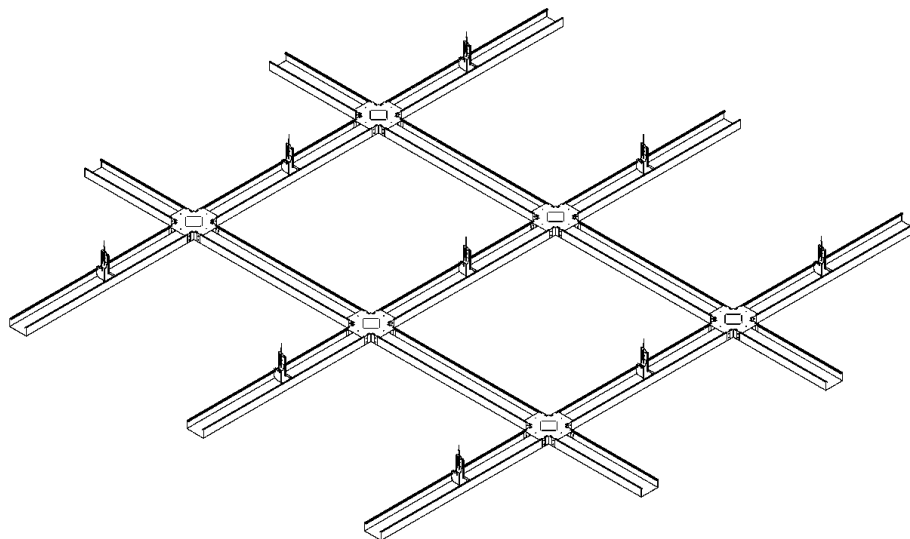

Рис. 6
6. Смонтировать подвесную систему (рис. 6). Крепление профилей ПП к перекрытию, в зависимости от конструктивных особенностей и условий запотолочного пространства, осуществляется: